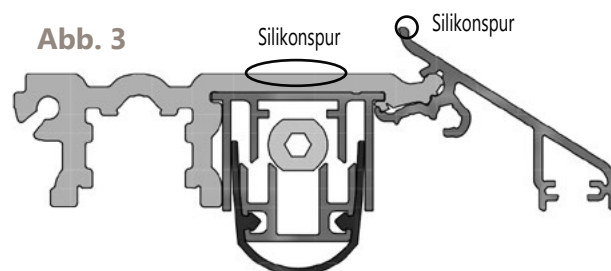

Abb. 3
- Am Adapterprofil 2 Spuren Silikon (Abb. 3) anbringen und die Endkappen ebenfalls zum Flügel hin mit Silikon abdichten.